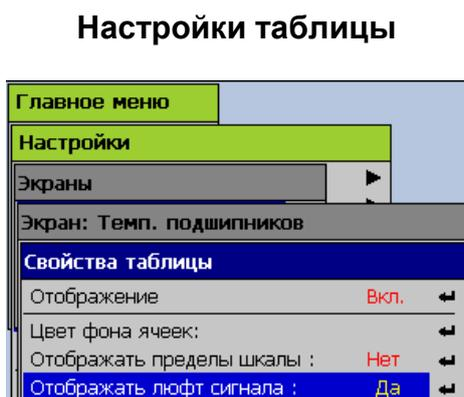

Рисунок 2.43
Неподвижные фоновые элементы мнемосхемы создаются на ПК с помощью любой программы редактирования растровых изображений и сохраняются в графический файл. В качестве изображения также может использоваться непосредственно фотография, контролируемого объекта или узла. Рекомендуемый размер файла изображения не должен превышать 1280x1024 точек. Допустимые расширения файлов изображений: *.bmp, *.jpg, *.gif, *.png. Все изображения, предназначенные для использования в мнемосхемах регистратора, загружаются на USB-flash накопитель в директорию **PMT_IMG** (все символы латинского алфавита!). Для добавления/изменения фонового изображения мнемосхемы используется первый слева элемент (1) на панели инструментов (см. рисунок 2.43а), после нажатия Enter на котором произойдет считывание с вставленного заранее съемного USB-flash накопителя файлов изображений и отображение их в списке (б) для выбора.
Рисунок 2.43а
Рисунок 2.43в